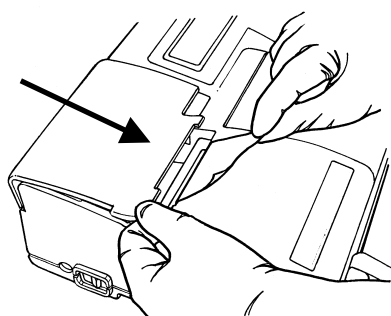

Fig. 6-8 Eliminación del exceso de papel
7. Cierre la cubierta superior del analizador y rasgue el exceso de papel. (Fig. 6-8).